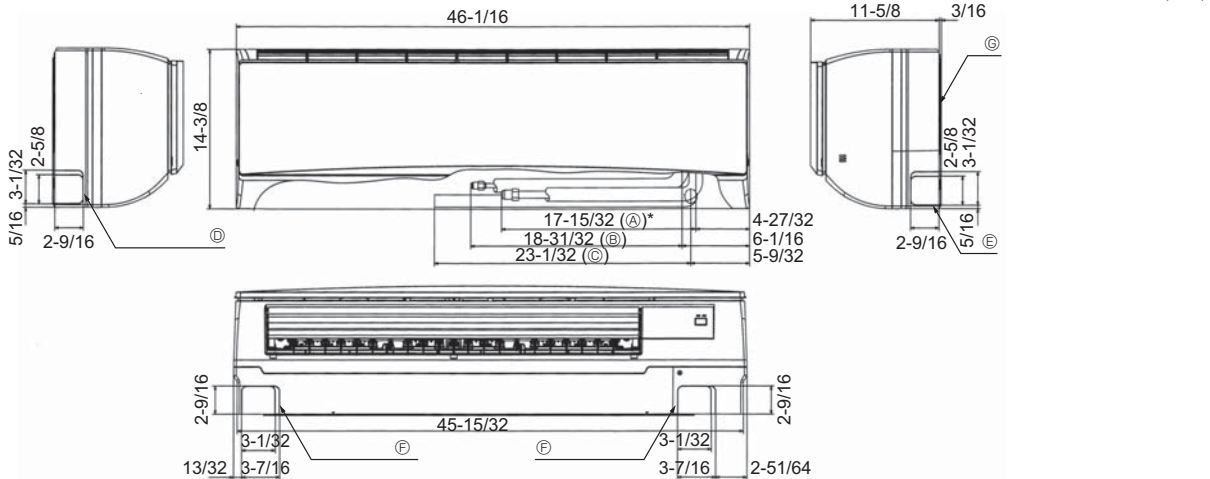
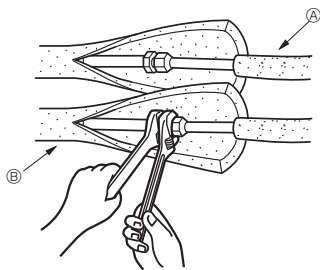

Fig. 4-2
Fig. 4-3
4.3. Mise en place des tuyaux de réfrigérant et d'écoulement (Fig. 4-2)
- Ⓕ Plaque d'installation ①
4.4. Travaux pour l'installation des tuyaux de réfrigérant (Fig. 4-3)